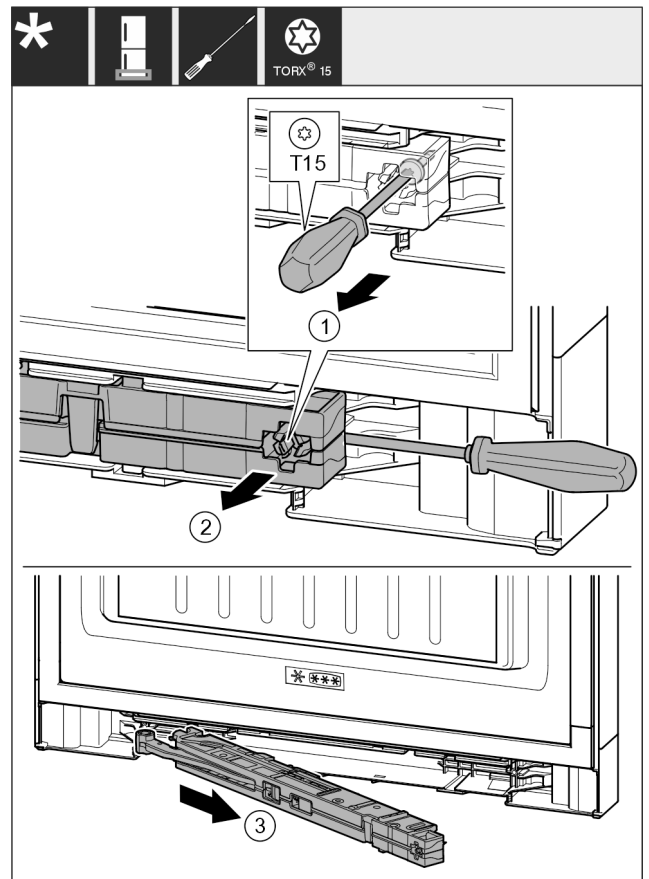

Fig. 15
► Ослабьте винт на узле амортизатора с помощью отвертки T15 примерно на 14 мм. Fig. 15 (1)
► Переместите отвертку со стороны ручки за узел амортизатора. Поверните узел вперед. Fig. 15 (2)
► Извлеките узел. Fig. 15 (3)